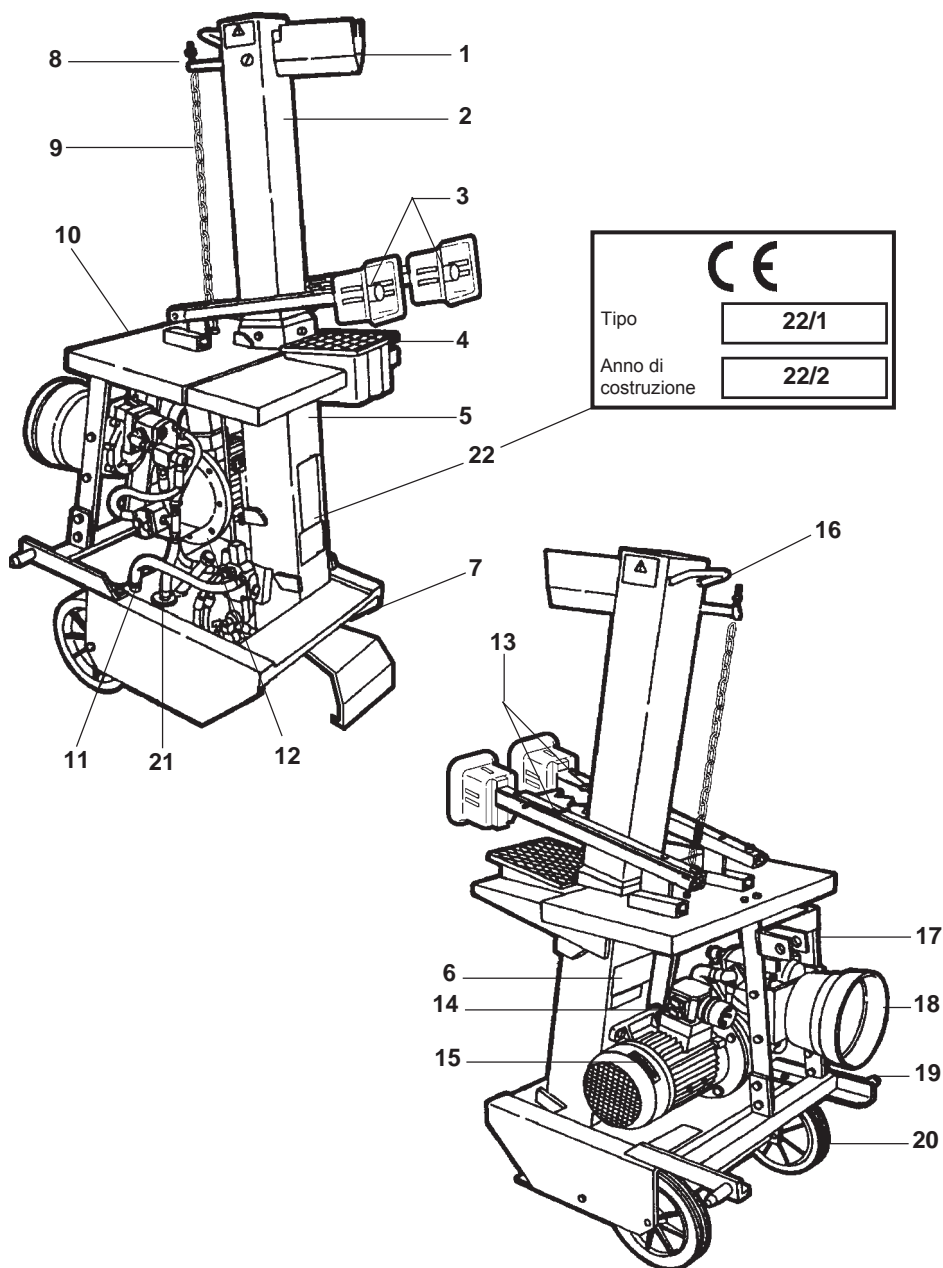

Fig. 1 - Spaccalegna Mod. 900+PTO a funzionamento elettrico e con attacco ai tre punti del trattore (è la versione più completa).
1.2 DESCRIZIONE DELLO SPACCALEGNA (FIG. 1)